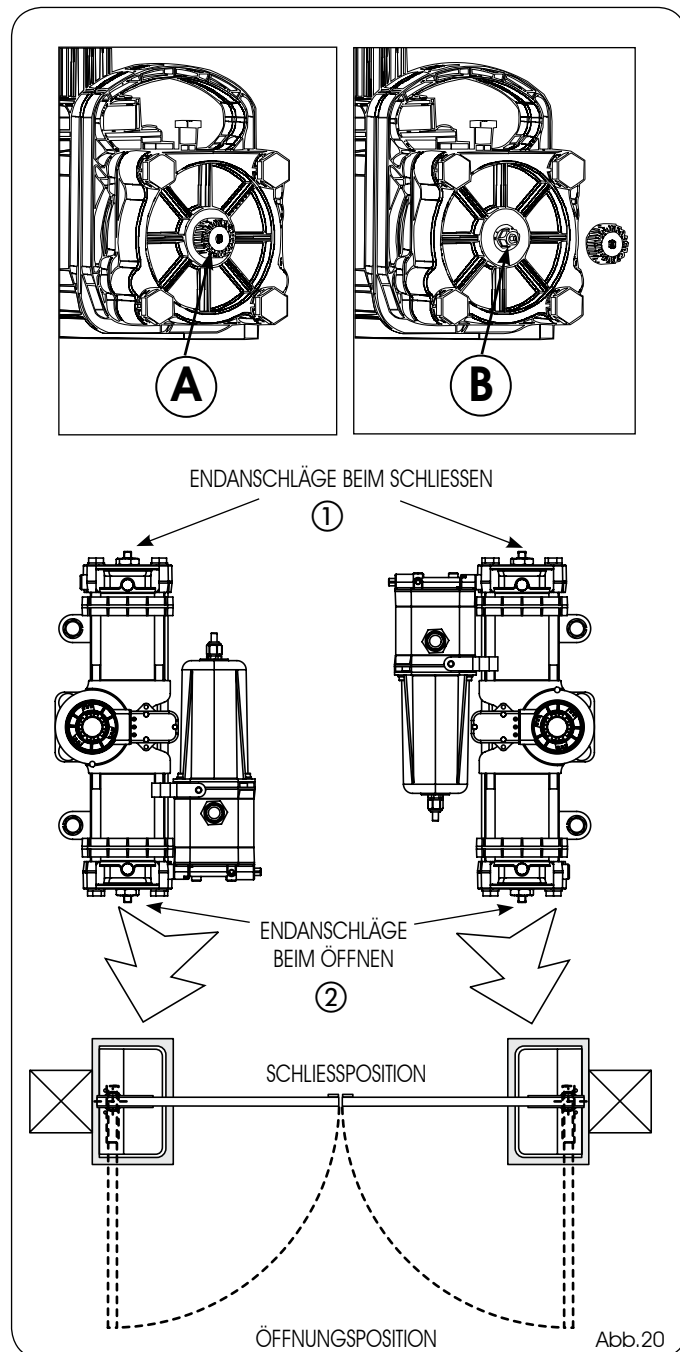

Abb.20
- 3) Den Stößel (Abb.20, Bez. A) der Endanschlagschraube beim Schließen (Abb. 20, Bez.①) lockern.
- 4) Die Schraube (Abb.20, Bez. B) des Endaschlags beim Schließen (Abb. 20, Bez. ①) so weit AUFDREHEN, bis der Flügel sich anfängt zu bewegen.
- 5) Den Stöpsel (Abb.20, Bez. A) der Endanschlagschraube wieder zudrehen.
- 7) Den Stöpsel (Abb.20, Bez. A) der Endanschlagschraube beim Öffnen (Abb.20, Bez.②) lockern.
- 8) Die Schraube (Abb.20, Bez. B) des Endanschlags beim Öffnen (Abb.20, Bez.②) so weit AUFDREHEN, bis der Flügel sich anfängt zu bewegen.
- 9) Den Stöpsel (Abb.20, Bez. A) der Endanschlagschraube wieder zudrehen.